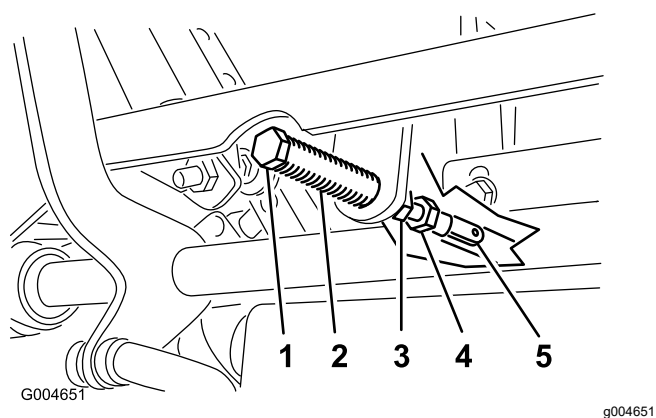

Figura 88
5. Tire hacia atrás de la palanca hasta que el pasador (en el brazo situado encima del eje pivotante) entre en contacto con el extremo de la ranura (empezando justo a tensar el resorte) como se muestra en Figura 88.
7. Si es necesario un ajuste, afloje la tuerca y la contratuerca contra la horquilla (Figura 88).
8. Aplique una ligera presión hacia atrás en la palanca de control de movimiento, gire la cabeza del perno de ajuste en el sentido apropiado hasta que la palanca de control esté centrada en posición de BLOQUEO/PUNTO MUERTO (Figura 88).
9. Apriete la tuerca y la contratuerca (Figura 88).
10. Apriete las contratuercas de las articulaciones esféricas (Figura 88).